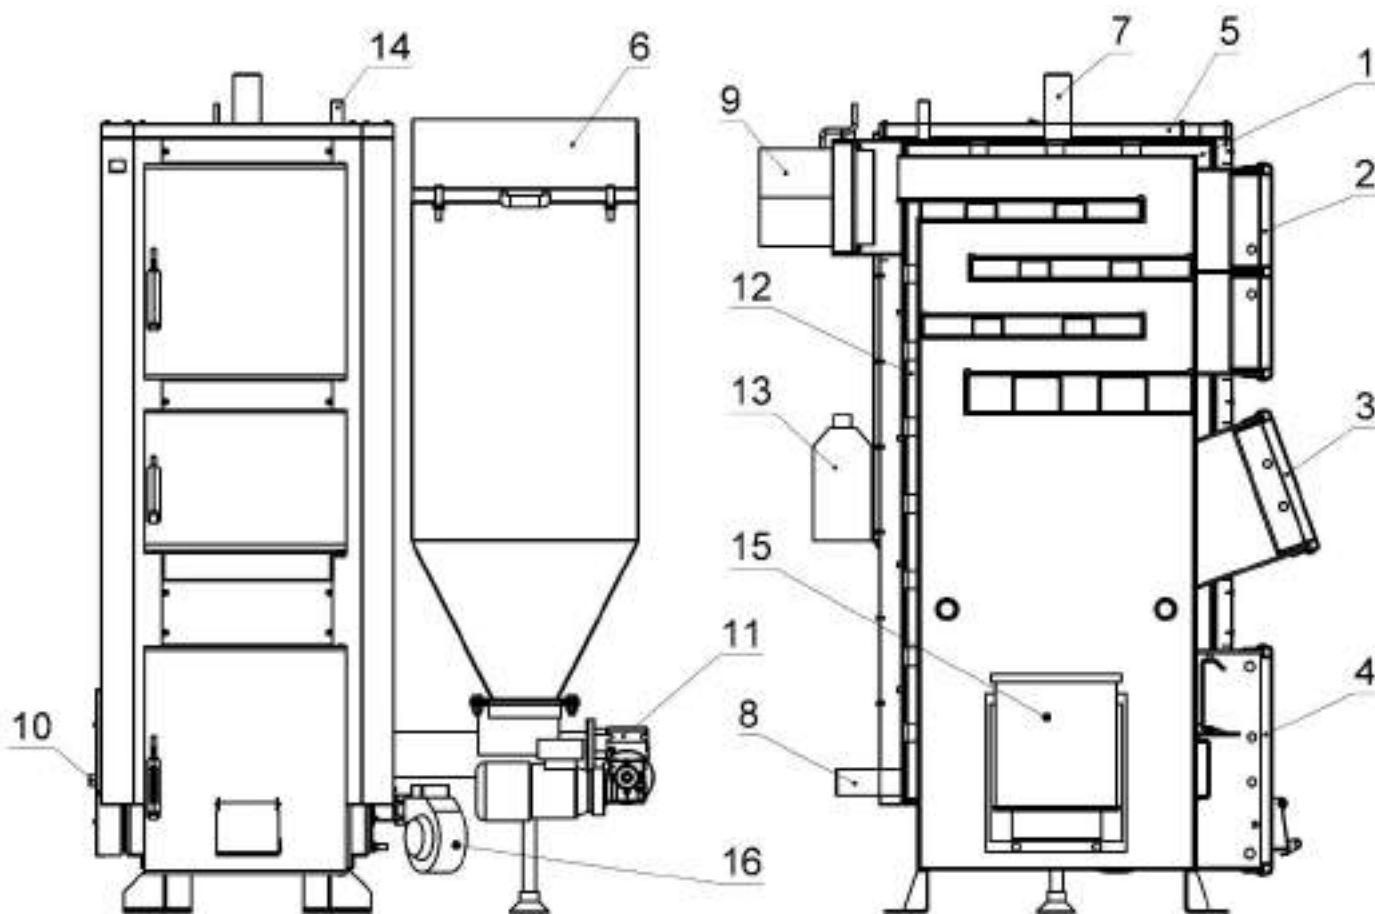

Рисунок 5.1 – Внешний вид и основные элементы котлов типа КТНк
Конструктивно котел представляет собой сборносварную конструкцию, состоящую из корпуса с камерой сгорания (поз. 1, рис. 5.1). Над топкой расположена конвекционная часть котла, что представляет собой высокоэффективный четырёхходовый теплообменник.
Корпус котла выполнено в форме параллелепипеда с двойными стенками, которые разделены водными перегородками (поз. 12, рис. 5.1). На наружной поверхности корпуса под декоративной обшивкой закреплена тепловая изоляция (поз. 5, рис. 5.1).
- шнекового (винтового) механизма подачи топлива, который приводится в движение мотор-редуктором (поз. 11, рис. 5.1);
- самоочищающейся чугунной топки-реторты, выполненной в форме бокала (поз. 15, рис. 5.1);
- вентилятора, нагнетающего воздух в топку-реторты (поз. 16, рис. 5.1);
Топливо для процесса сжигания подается автоматически из расположенного у котла бункера для топлива (поз. 6, рис. 5.1) с помощью винтового (шнекового) механизма подачи. В чугунной реторте происходит процесс сжигания топлива с участием воздуха, поставляемого приточным вентилятором. Для равномерного
Обслуживание котла состоит в периодическом добавлении топлива в бункер (поз. 6, рис. 5.1) и устранении золы из зольной полки (без необходимости погашения котла). После разжигания котёл не требует постоянного пребывания в помещении, где он смонтирован, обслуживающего персонала. Эксплуатация котла может происходить
Дымовые газы выходят в дымоход через боров (поз. 9, рис. 5.1), расположенный в задней части котла. Боров оборудован дроссельным клапаном продуктов сгорания - шибером, который в случае слишком высокой тяги в дымоходе дает возможность ее снизить путем частичного перекрытия выходного отверстия боровой.
- дверцы для периодического обслуживания (чистки) конвективной части котла (поз. 2, рис. 5.1);
- дверцы топки (поз. 3, рис. 5.1) для доступа к реторте (для разжигания котла и периодической чистки реторты)
- ревизионные дверцы (поз. 4, рис. 5.1).
В верхней части теплообменника размещены: патрубок прямой сетевой воды (поз. 7, рис. 5.1) и штуцер для установки предохранительного клапана (поз. 14, рис. 5.1). В нижней части, на задней стене - патрубок обратной воды (поз. 8, рис. 5.1). Сливной патрубок (поз. 10, рис. 5.1) расположен на боковой стенке котла.
Корпус котла обложен теплоизоляционным материалом (поз. 5, рис. 5.1).
Датчик температуры в комплекте контроллера необходимо закрепить на неизолированной участке патрубка прямой сетевой воды (поз. 8, рис. 5.1), используя шпильковое крепление (бандаж). После предварительной затяжки бандаж (бандаж можно обернуть вокруг трубы дважды, или отрезать избыток ножницами для металла), вложить датчик температуры между бандажом и трубой. Осторожно зажать бандаж так, чтобы датчик температуры не перемещался под бандажом. Очень сильное затягивание может повредить измерительные элементы. Обмотать датчик термоизоляционным материалом.
Заполнение котла и всей системы отопления водой должно происходить через штуцер слива воды из котла (поз. 10, рис. 5.1). Заполнение необходимо делать медленно, чтобы обеспечить устранение воздуха из системы.